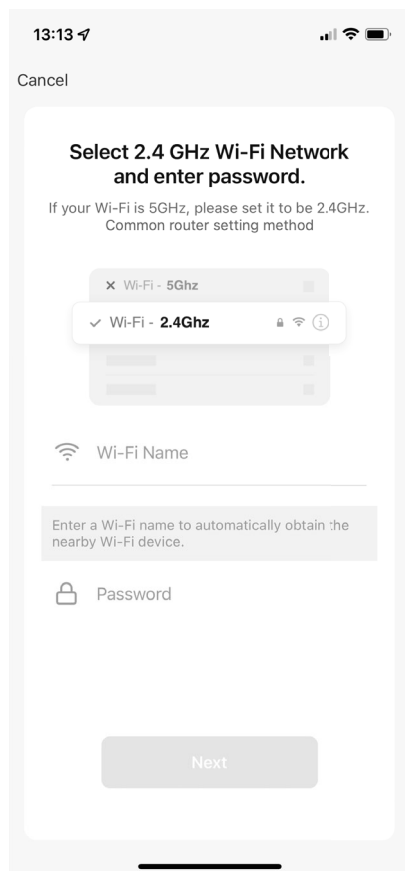

Fig. 3
- Dans l'étape suivante, entrez le mot de passe de votre réseau Wi-Fi (**voir fig. 3**) et appuyez ensuite sur **SUIVANT**.